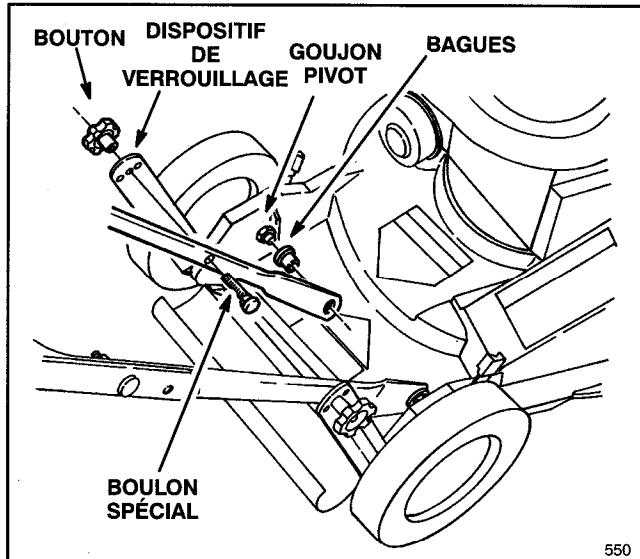

Figure 1
1. **GUIDON INFÉRIEUR** – Enfoncer les douilles dans les trous inférieurs du guidon inférieur (Fig. 1).
2. Serrez les extrémités du guidon inférieur ensemble et installer sur les goupilles pivot (Fig. 1).
3. Positionner les pattes de verrouillage (Fig. 1) de manière à ce que leurs trous soient alignés sur ceux du guidon.
4. Insérer les boulons traversants dans les pattes et le guidon. Installer les boutons à l'extérieur du guidon et serrer fermement (Fig. 1).